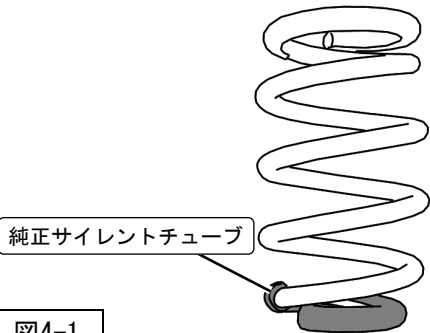

図4-1
1. 純正スプリングから純正サイレントチューブを取外し、リアスプリング (同梱品) に取付けてください。(図4-1)